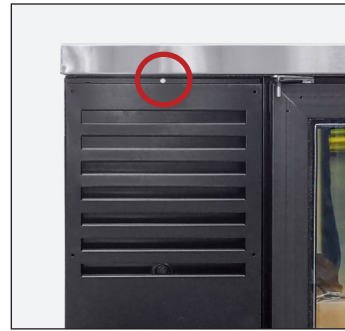

Abb. 1. Vorderen Teil der Abdeckung nach vorn ziehen und dann anheben.
2. Das Gitter mit einem Kreuzschlitzschraubendreher vom Schrank abnehmen. Siehe Abb. 1.